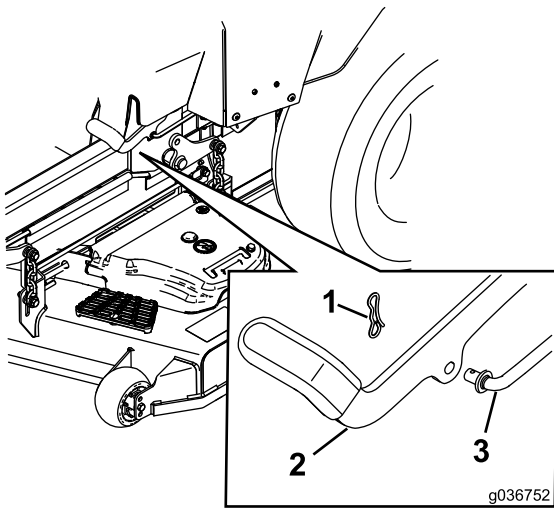

Bild 58
6. Falls eine Einstellung erforderlich ist, lösen Sie die Feststellbremse. Nehmen Sie den Splint aus der Bremsgestängewelle heraus (Bild 58).